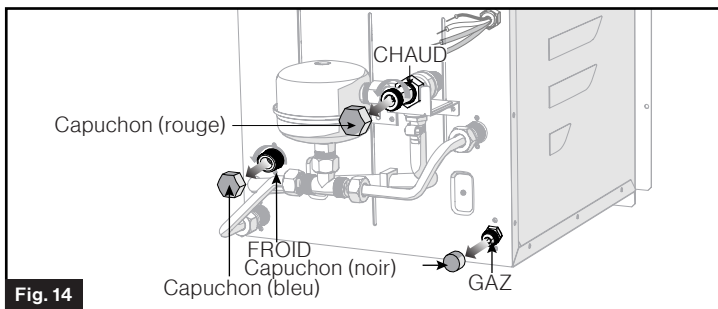

Fig. 14
2. Retirez les capuchons de protection des connecteurs d'eau FROIDE (bleu), CHAUDE (rouge) et GAZ de la partie arrière de l'appareil. (Fig. 14)